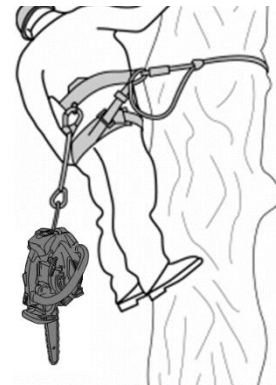

Abb. 23
7) Zum Anbringen der Kettensäge am Gurtzeug verwenden Sie dessen seitliche Aufhängungen. Beim Klettern auf Bäume ist es sinnvoll, dass die Säge an der Aufhängung hängt, die sich am hinteren Teil des Gurtzeugs befindet, da dies für den Bediener weniger hinderlich ist (siehe Abb. 23).